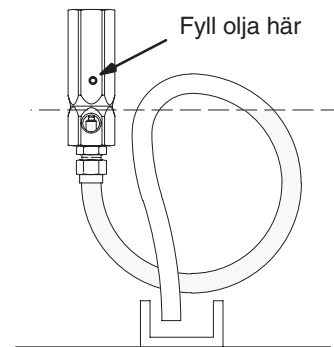

Fig. 1
- För lufthärdande material görs en ögla på utloppsledningen som fylls med lämplig olja så att ledningen inte sätts igen efter tryckavlastning. Se Fig. 1. Anslut inte utloppsledningen till matningstanken då materialet kan förorenas av oljan. Fyll också i lämplig olja i luftningshållet i locket så att inte nålen/sätet sätts igen om vätska skulle läcka.